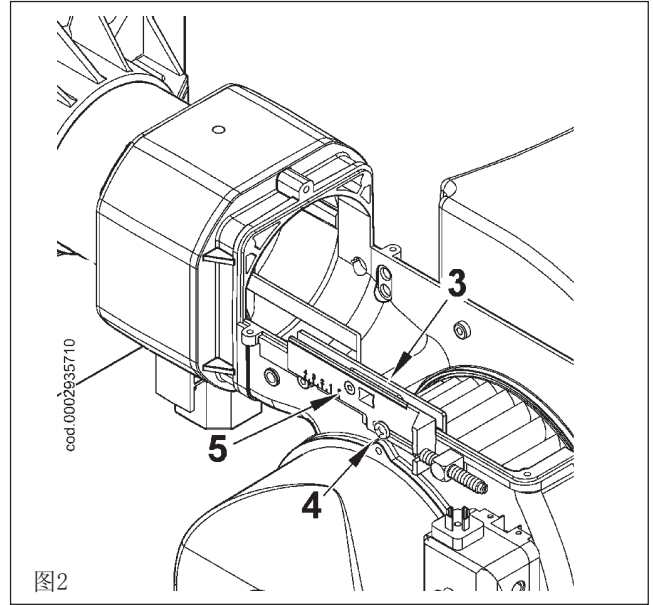

图2
- 2) 确认可移动的盘3被螺丝4固定在原来的位置。 以确保在完成维护工作后混合单元可以回到调节前的位置。 松开用于固定单元向前推进杆到可移动盘的螺丝5 (图2)。